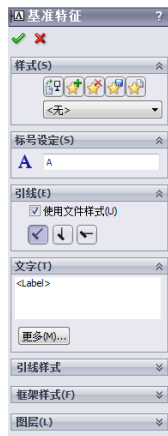

图 9-32 [基准特征] 属性对话框
2. 在 [基准特征] 属性管理器 (图 9-32) 中设置属性。